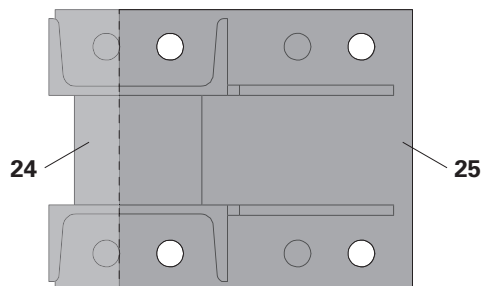

Fig. C4.03
- ➔ Fare molta attenzione alla posizione di montaggio! (Fig. C4.03 + C4.05)